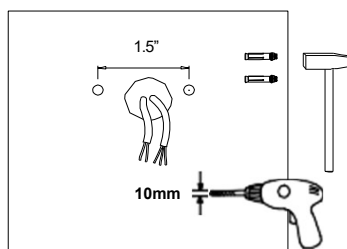

Figure 17
- Percez deux trous à 1.5« d'intervalle autour des fils d'alimentation d'entrée. **Reportez-vous à la Figure 17.**